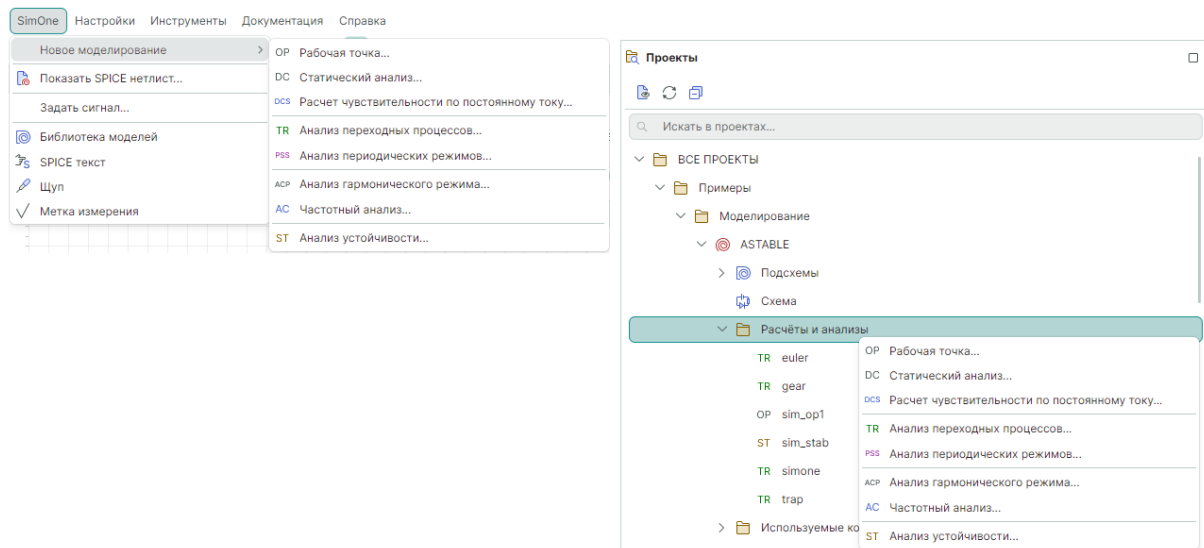

Рис. 128 Выбор типа моделирования
- из контекстного меню узла «Расчёты и анализы» выбранного проекта, см. Рис. 128.